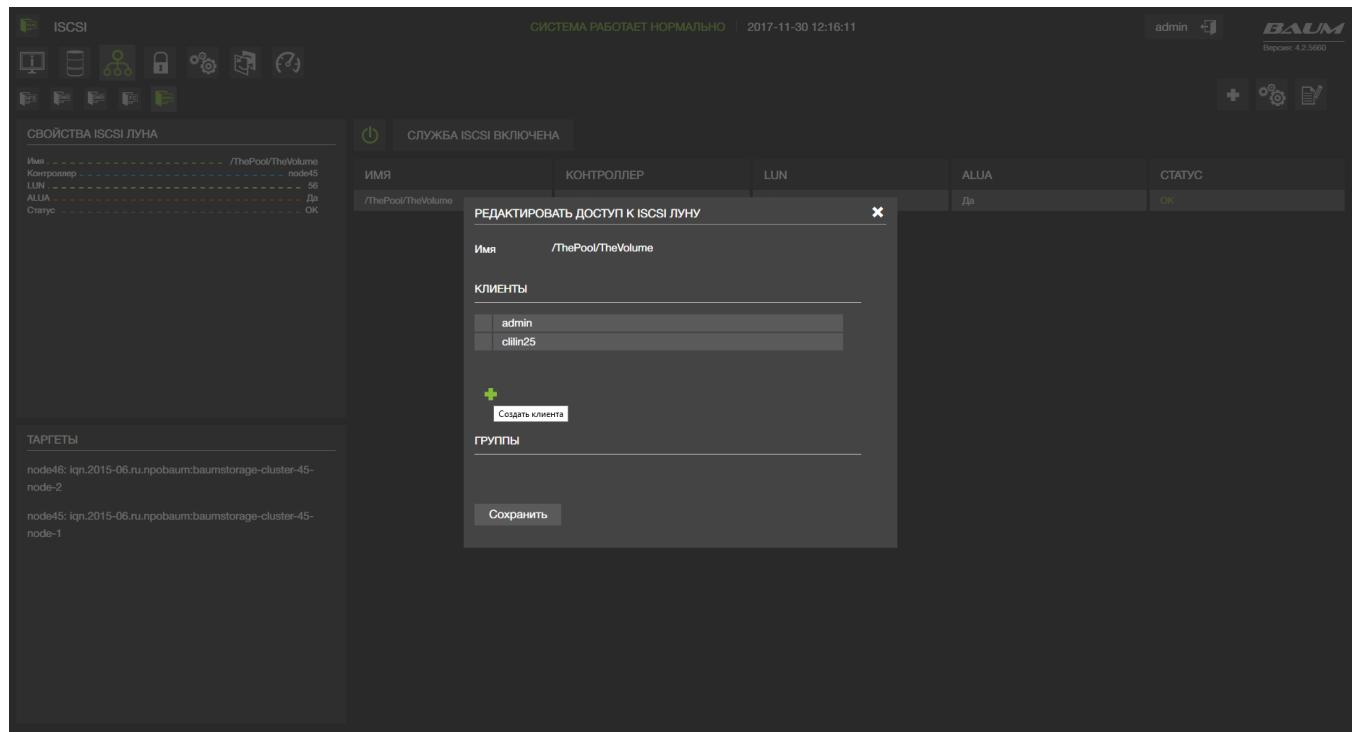

Рисунок 75 – Редактировать доступ к iSCSI луну
- 4) Нажать на кнопку «Создать клиента» (см. Рисунок 75)